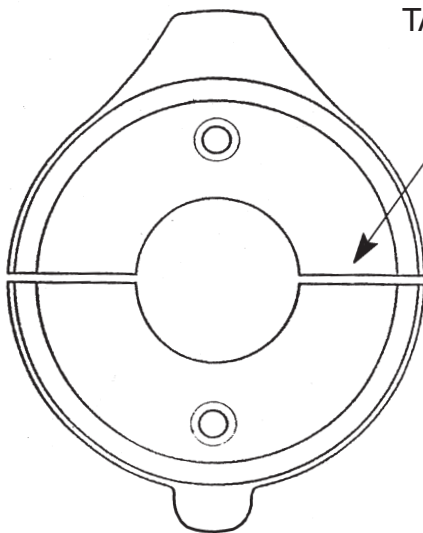
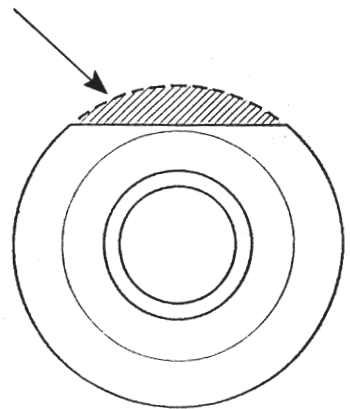

Fig. 11
Fig. 12
- Tagliate l'anello (Fig. 11) a metà, avendo cura che il taglio non passi attraverso i fori delle viti.
- Asportate una porzione del taglia lenze (Fig. 12), come indicato in figura, in modo da poter raggiungere le viti di serraggio dell'anello (Fig. 11) quando il taglia lenza è montato.
- Assemblate i due semi anelli (Fig. 11) fissandoli sul piede Sail Drive, mediante le apposite viti.
- *Cut the ring anode (Fig. 11) in two halves, avoiding to make the cut through the screw holes.*
- *Remove a section of the thrust washer ring as shown on figure 12. Enough so when in place you can access the zinc screw holes.*
- *Assemble the two halves (Fig. 11) fixing them on the sail-drive leg by means of their standard screw.*